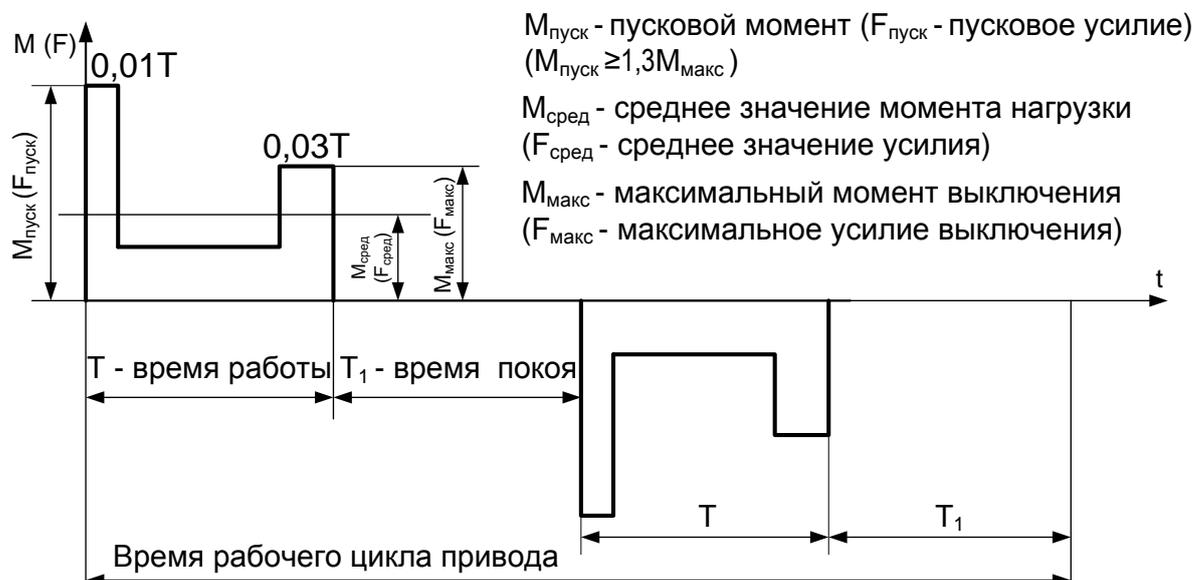

Рисунок 1 – Рабочий цикл привода
1.2.5 Режим работы привода – циклический (рисунок 1).